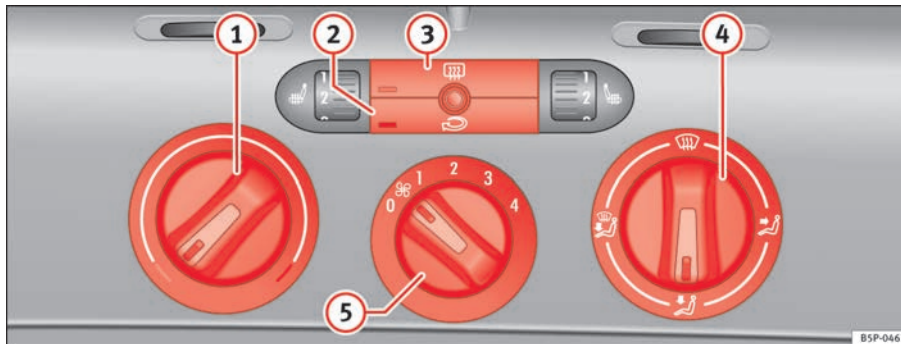

Abb. 125 In der Instrumententafel: Bedienelemente der Heizung
- Mit den Reglern ⇒ Abb. 125 **1** und **4** und mit dem Schalter **5** stellen Sie die Temperatur, die Luftverteilung und die Gebläsestufe ein.